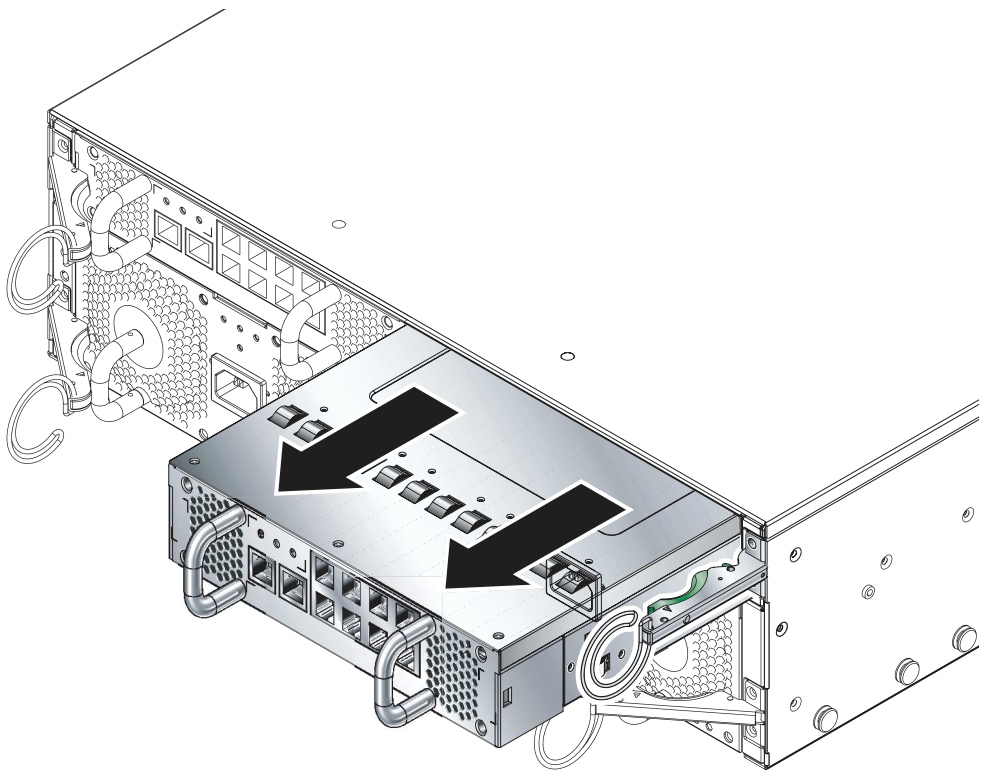

图 12-8 从系统机箱中卸下 SSC
5. 拖动接在 SSC 背面的垂直手柄，将 SSC 从系统机箱上拆下（图 12-8）。托住 SSC 的底部，同时从系统机箱上拆下模块。